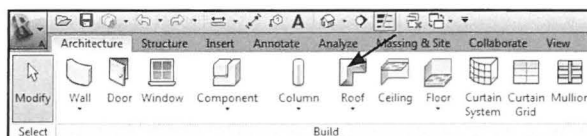

Fig. 09.04. Vælg *Roof* direkte, det er det samme som at vælge *Roof By Footprint* i dropdown menuen.
- Klik *Architecture - Roof* (Fig. 09.04).